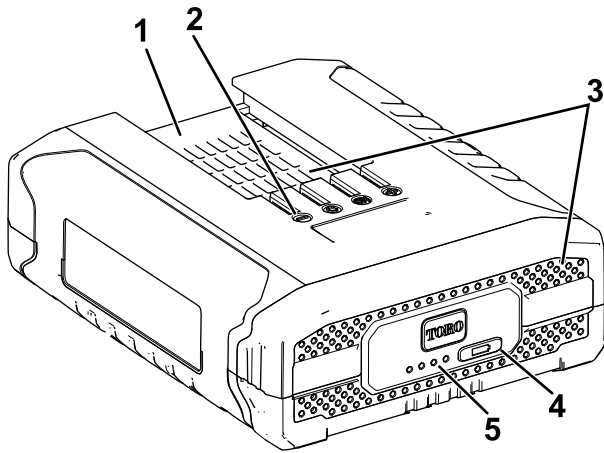

Figura 2
2. Alinee el hueco de la batería (Figura 2) con la lengüeta del cargador.